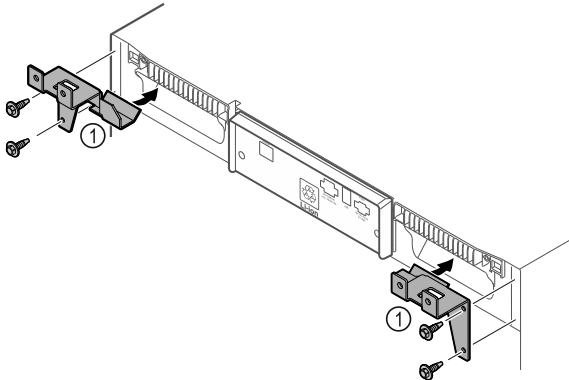

Fig. 51
- ▶ Halteteile Fig. 51 (1) mit selbstschneidenden Schrauben am Gerät montieren.